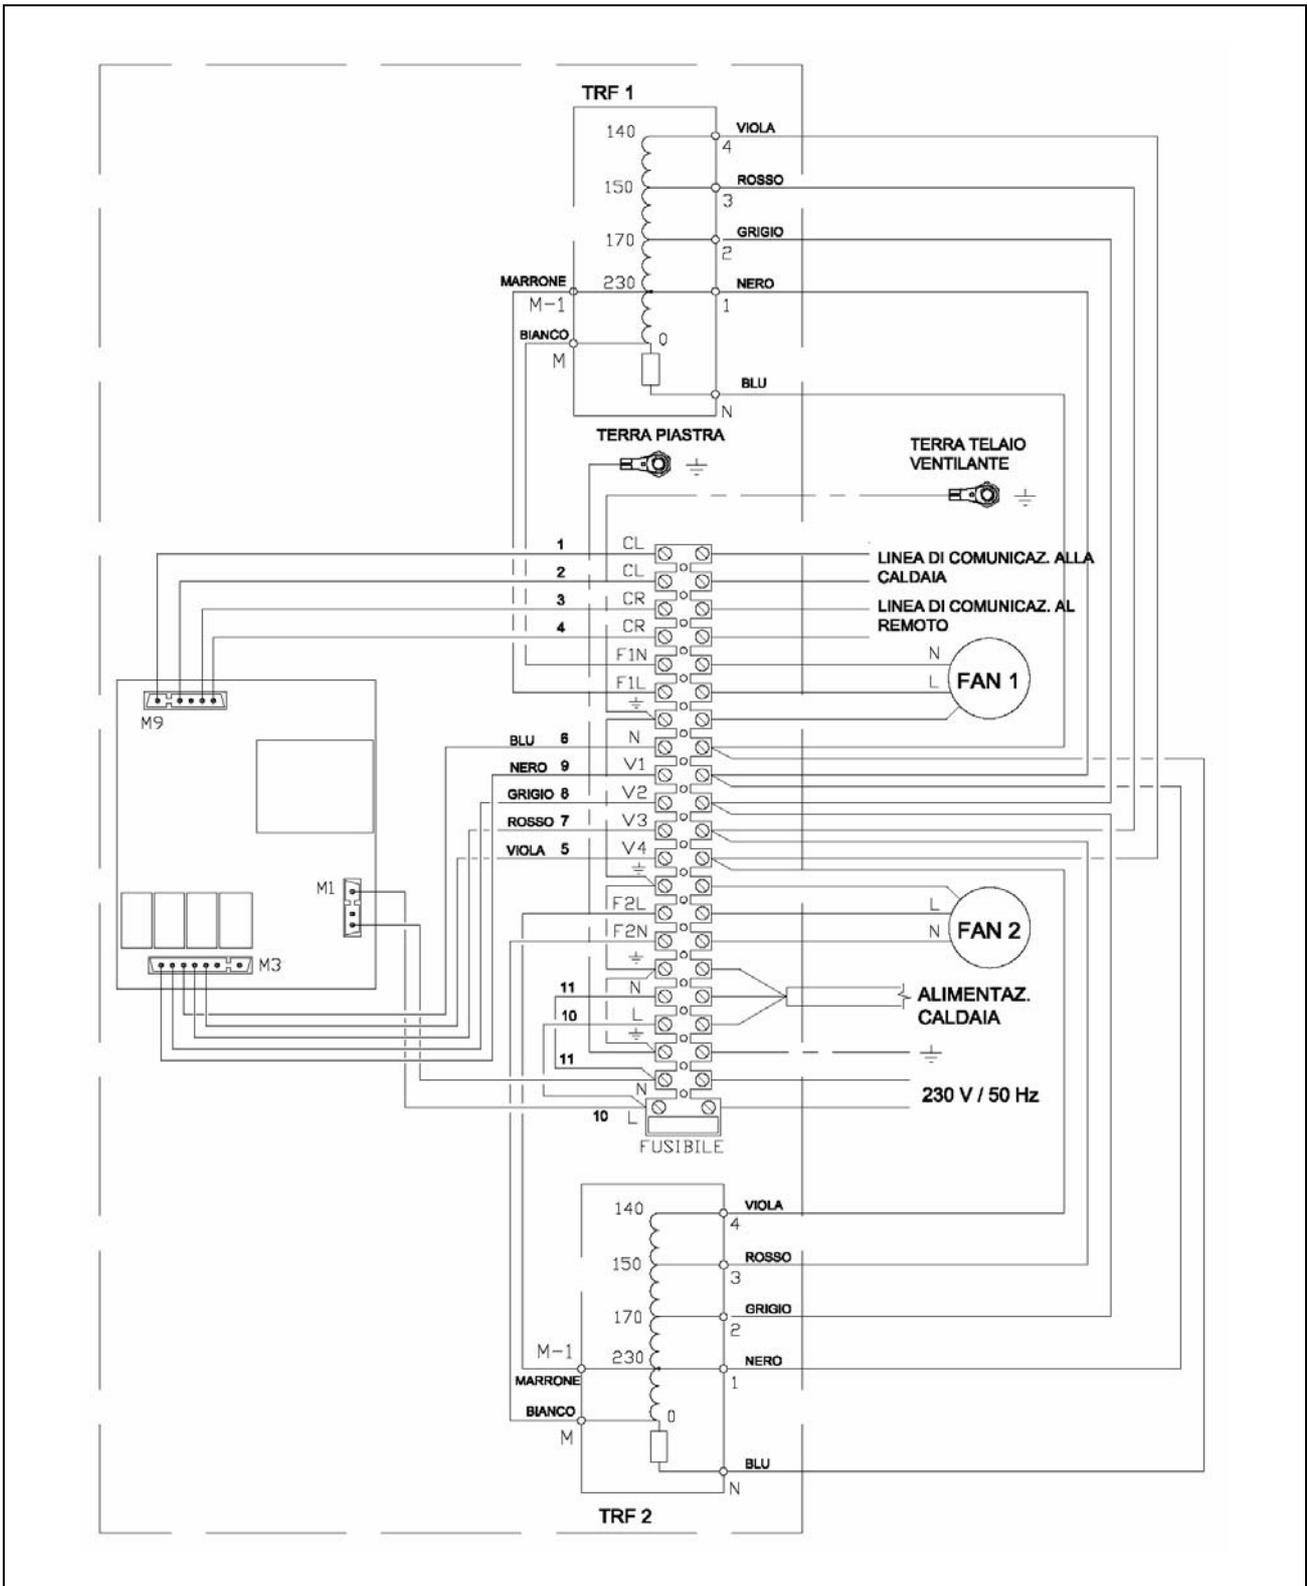

Figura 7 - SCHEMA COLLEGAMENTI SCHEDA ELETTRONICA MODULO INTERNO
- Effettuare il collegamento del modulo interno all'alimentazione elettrica secondo lo schema di Figura 7. Il cavo da utilizzare deve essere di tipo FG7 3Gx1,5 mm².